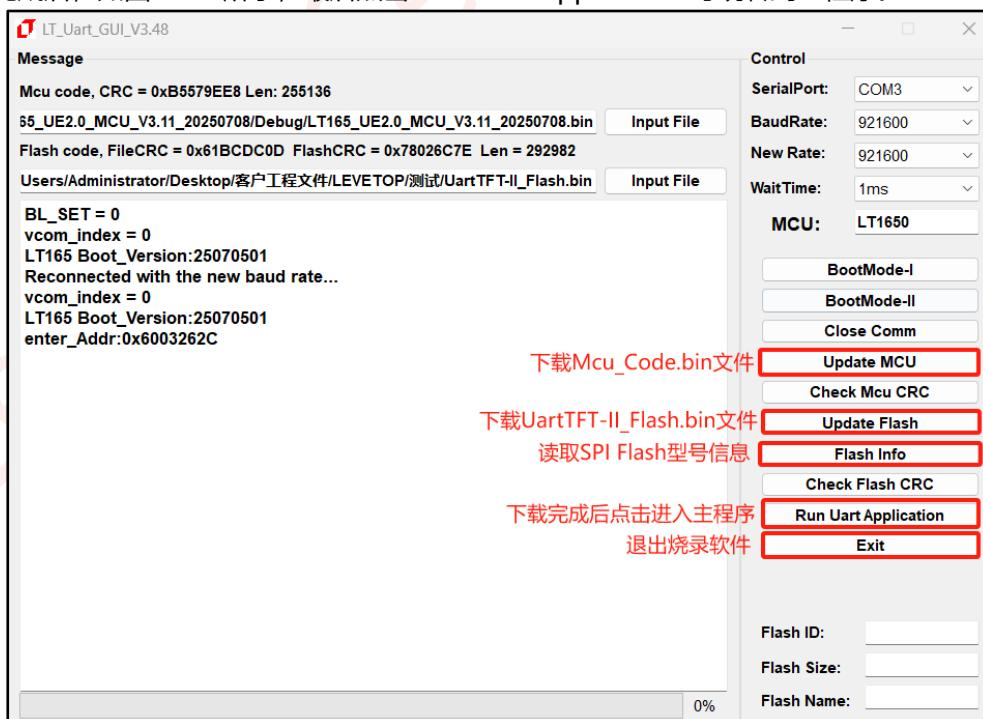
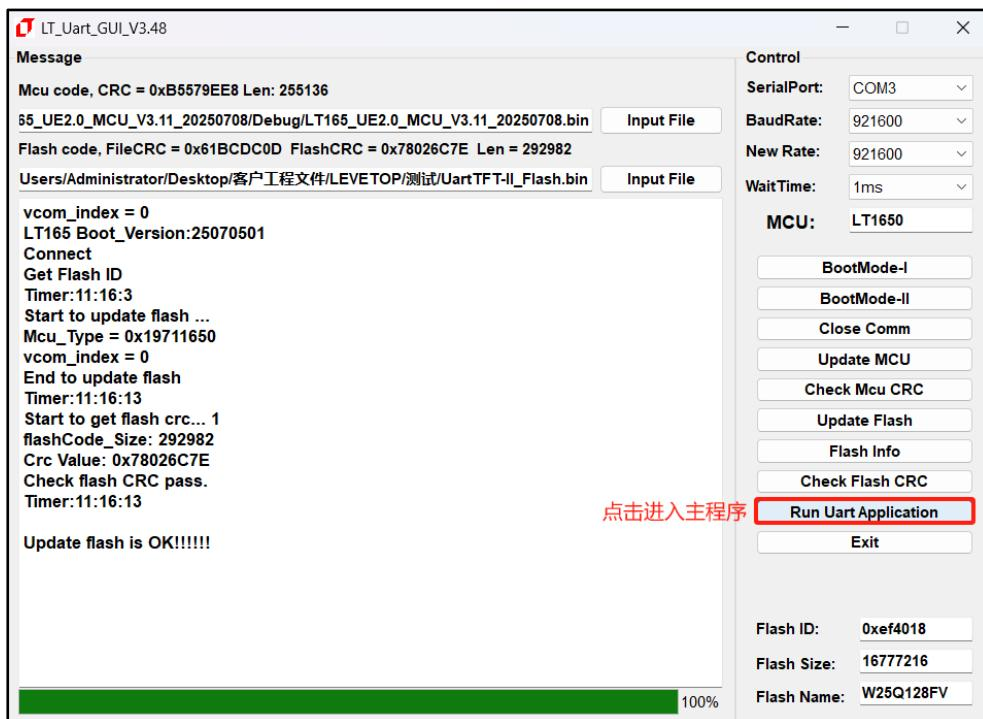

图 16-7：串口升级软件界面说明
图 16-8：点击进入主程序
3、打开 LT\_Uart\_GUI\_Vxxx 软件后，检查 COM 口和 BaudRate 是否对应，点击 Open Comm。然后选择对应的端口，点击 Input File 添加需要烧录的 MCU\_Code.bin 和 UartTFT\_Flash.bin 工程文件，需确保 BaudRate 为 115200，再点击 Open Comm 打开端口连接。BaudRate 若不是 115200 则无法连接，建立连接后软件自动将下载速度调整至 921600。然后点击软件右侧 Update MCU 或者 Update Flash 进行更新，如图 16-7 所示。更新完成后，如图 16-8 所示，最后点击 Run Uart Application 可跳转到主程序。